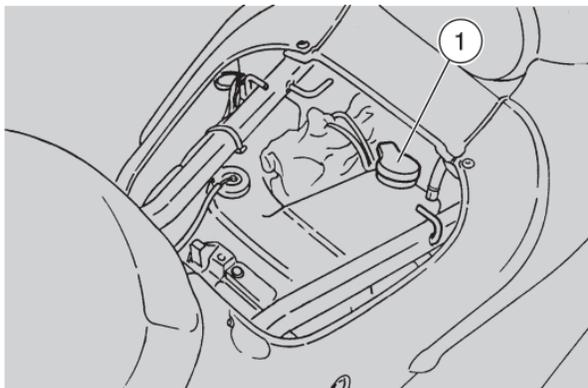

Fig. 46
- togliere il tappo (1-Fig. 46);